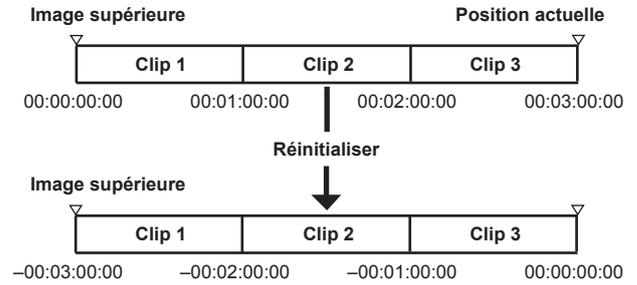

Fig. 2
- Quand la valeur du compteur CTL de lecture est réinitialisée, la position actuelle de lecture est prise en tant que 0, et la position qui était la position de référence devient une valeur de nombre négatif. (Fig. 2)